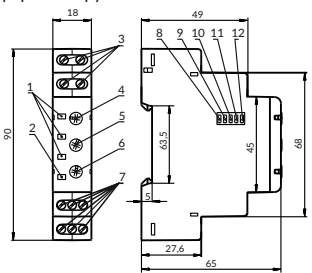

Рисунок 1
- 1) Перемикачі спрацьовування захисту (поз. 8 - 11 рис. 1) увімкніть необхідні захисти.
- 2) Перемикачем номінальної напруги 400 В / 415 В (поз. 12 рис. 1) встановіть тип мережі, що використовується.
- 4) Регулятором Unom±% (поз.4 рис. 1) встановіть необхідний поріг спрацьовування за максимальною та мінімальною напругою у відсотках від номінальної напруги живлення мережі.
5) Регулятором Toff (sec) (поз.6 рис. 1) встановіть час спрацьовування захисту за максимальною напругою та за перекосом фаз.
6) Регулятором Ton(sec) (поз.5 рис. 1) встановіть час АПВ.
1. Якщо Ви плануєте використовувати виріб в режимі «Контроль максимальної напруги» (розд. «Робота виробу»), розріз живлення котушки КМ необхідно підключити до клем C1-NC1 (C2-NC2) (зворотня логіка увімкнення). Перемикач Umax (поз. 8 рис. 1) перемістіть в положення «Увімкнено», а перемикачі III, I, Umin - в положення «OFF».